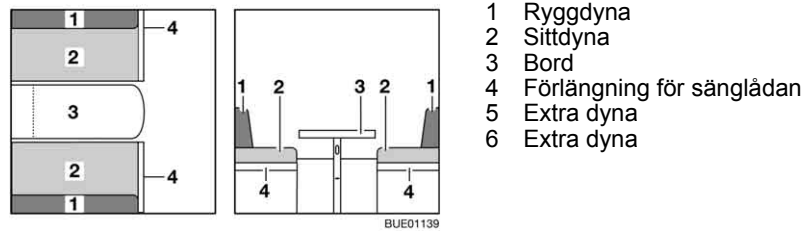

Bild 91 Före ombyggnaden
- Bygg om bordet (Bild 91,3) till sängbotten (se avsnitt 6.11).
- Fäll ut sänglådornas förlängning (Bild 91,4).
- Tag bort ryggdynorna (Bild 91,1) och lägg dem åt sidan.